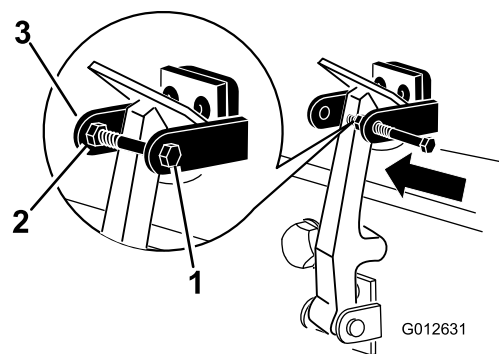

Figura 7
8. Instale o parafuso no outro braço do suporte do trinco do capot para prender o trinco na posição (Figura 7). Aperte o parafuso firmemente, mas não aperte a porca.